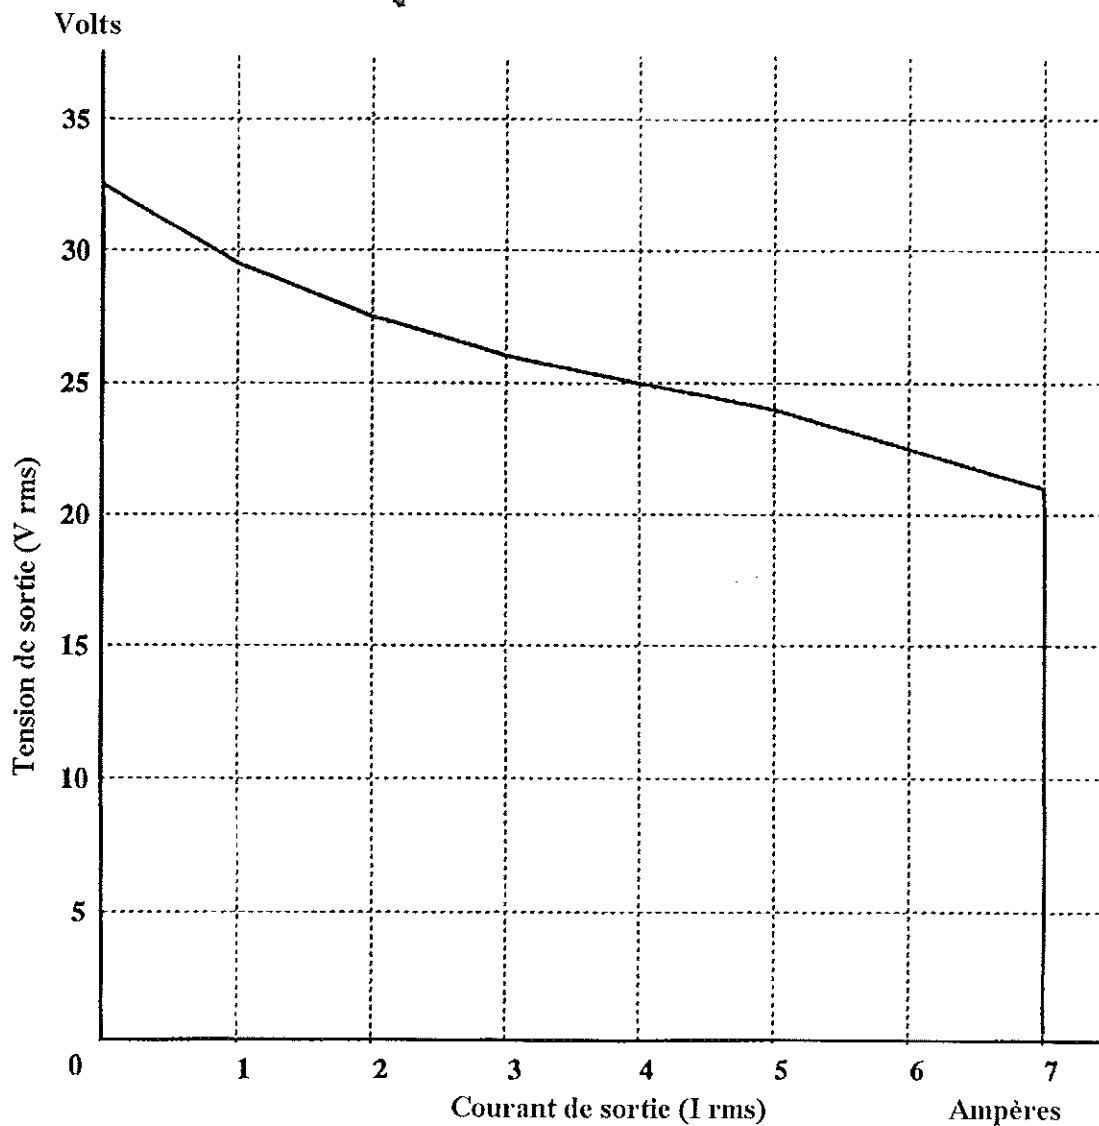

Figure 5.1 Caractéristique de charge typique (signal sinusoïdal à 100 Hz)
(3) En utilisant la commande de niveau sur la source de signal externe en conjonction avec la commande MASTER GAIN, réglez le niveau requis sur l'amplificateur.
(4) Pour éteindre l'amplificateur tournez le bouton de commande MASTER GAIN à fond dans le sens inverse des aiguilles d'une montre, et notez que la LED 'POWER ON' s'éteint.
(5) Si à un moment quelconque le courant de sortie de l'amplificateur dépasse 7,5 ampères, le circuit de dépassement de courant s'active et le signal de saturation est appliqué (La LED 'SIGNAL CLAMP' s'allume). Pour libérer le signal de saturation, appuyez sur le bouton RESET. Il est conseillé néanmoins de réduire le niveau du signal, soit sur la source externe, soit par le moyen de la commande MASTER GAIN, avant d'agir sur la remise à zéro du signal de saturation. La caractéristique de charge typique est donnée sur la figure 5.1.